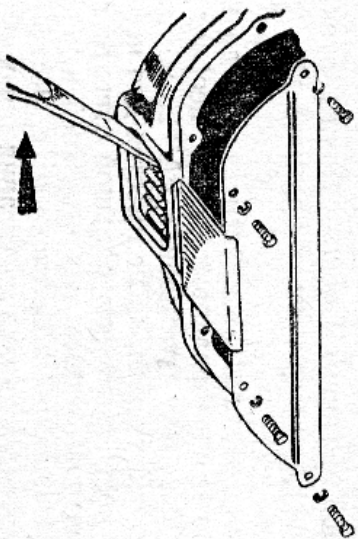

Рис. 34. Поворачивание коленчатого вала двигателя.
5. Зазор между контактами прерывателя проверяйте, когда контакты максимально разомкнуты, проворачивая, если необходимо коленчатый вал двигателя. Поскольку автомобиль ГАЗ-23 не имеет пусковой рукоятки (а в обгиповке радиатора не имеется для нее отверстия), то проворачивайте коленчатый вал большой отверткой 3 зубцы венца гидротрансформатора, открыв люк в нижней передней части его картера, привернутой четырьмя болтами (рис. 34).